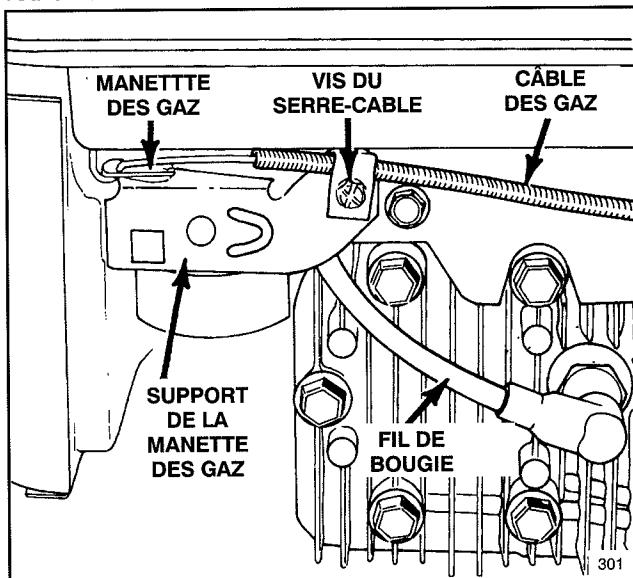
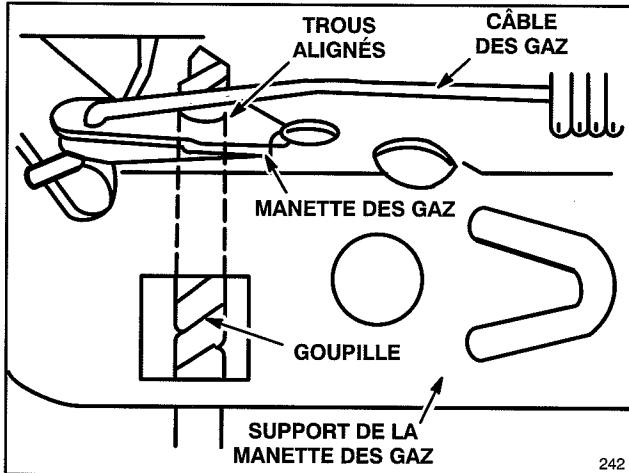

Figure 15
Figure 16
1. Arrêter le moteur et débrancher le fil de bougis (Fig. 15).
1. Arrêter le moteur et débrancher le fil de bougis (Fig. 15). Sur les modèles à démarreur électrique, retirer la clé de contact.
**3.** Desserrer le vis du serre-câble de façon à permettre au câble de glisser (Fig. 15). Aligner les trous de la manette des gaz sur ceux du support au moyen d'une goupille de 3 mm (0,21 pouce) de diamètre (Fig. 16). Resserrer la vis du serre-câble pour conserver le réglage su câble.
**1.** Arrêter le moteur et débrancher le fil de bougis (Fig. 15).